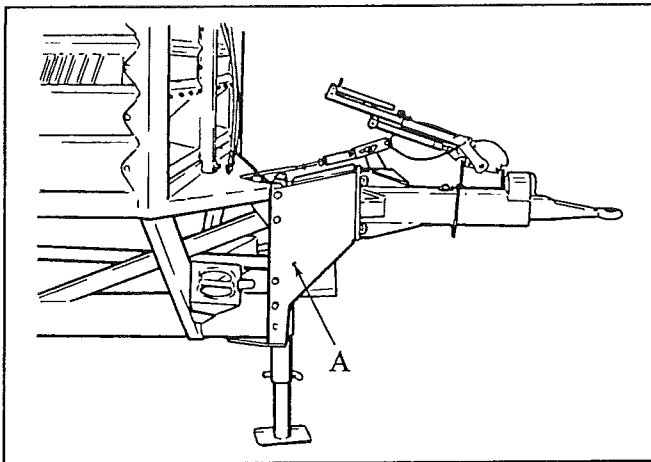

Fig. 5
- A-1. Højtliggende påløbstræk. (ST 9500) (Fig.5)
Det kan være nødvendig at fjerne afskærmningen på vognsiden for at montere og demontere PTO akselen. Skærmen kan demonteres ved at udskrue boltene mrk. A i begge sider. *Husk at montere skærmen igen før maskinen tages i brug.* (Fig. 5)